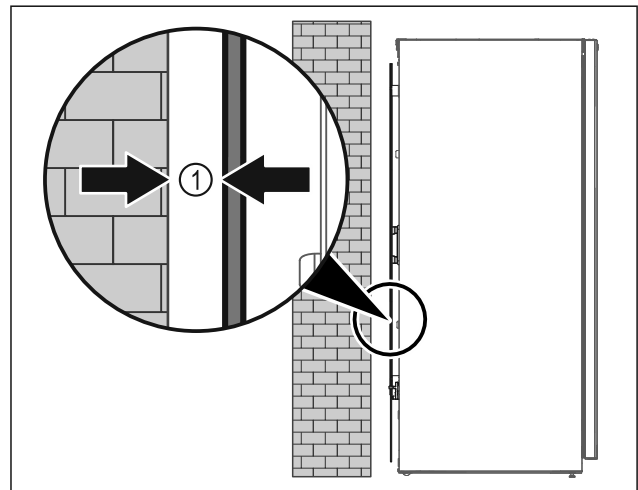

Fig. 27
- ▶ Gerät entweder frei im Raum oder direkt an einer Wand mit einem Mindestabstand von 5 mm Fig. 27 (1) aufstellen.